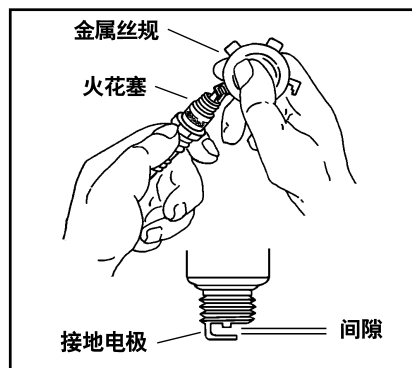

图 9: 检查火花塞间隙
**每操作 200 小时**, 取下火花塞并检查其状况。如果需要请更换, 或者, 如果无需更换, 请使用三线制测隙规重新设定间隙大小。弯曲接地电极以确定间隙大小。请参见图 9。单缸引擎 (除了 CS4-12 和 CV16 以外) 的间隙大小为 1 毫米 (0.040 英寸)。CS4-12、CV16 和所有双缸引擎的间隙大小均为 0.75 毫米 (0.030 英寸)。旋转火花塞使其力矩为 **20 牛·米 (14 英尺磅)** (用于 CS4-12 引擎); **28 牛·米 (20 英尺磅)** (用于 CH6 和所有双缸引擎); **40 牛·米 (30 英尺磅)** (用于 CH/CV11-16、CV460、CV490 引擎)。